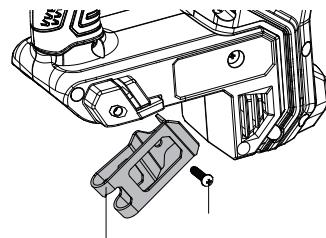

Fig.1
Le clip de ceinture (1) est destiné à être utilisé pour suspendre temporairement l'outil. Il peut être installé d'un côté ou de l'autre de l'outil pour faciliter la tâche de l'utilisateur. Fixez le clip de ceinture (1) à l'outil à l'aide de la vis fournie (2) (Fig.1).